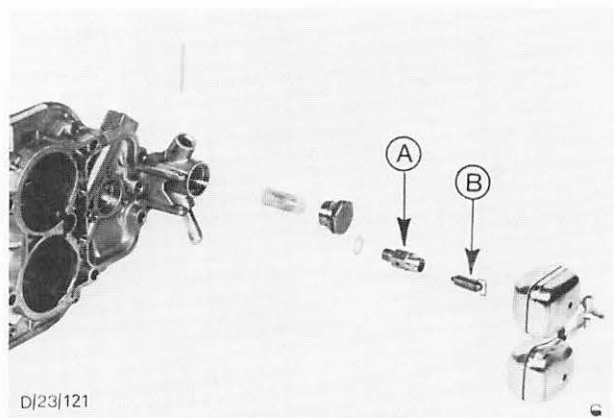

Abb. 76 Gehäuse - Schwimmernadelventil zerlegt
8. Schwimmerachse heraustreiben, Schwimmer entfernen und Nadelventil herausziehen. Abb. 76.
14. Nadelventil, Schwimmer und Schwimmerachse einsetzen. Abb. 76.